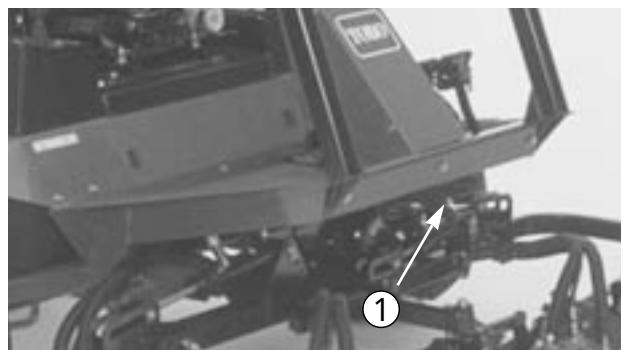

図34
2. 前フレーム部材の中央部（図34）に、チェーンやロープなど適当な牽引索を取り付ける。